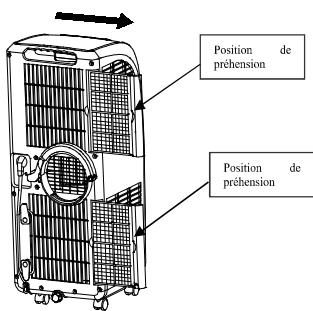

Figure 15
(1). Saisissez la position de préhension du cadre du filtre de l'évaporateur et du cadre du filtre du condenseur et retirez doucement le cadre du filtre dans le sens indiqué par la flèche (comme illustré à la figure 15).